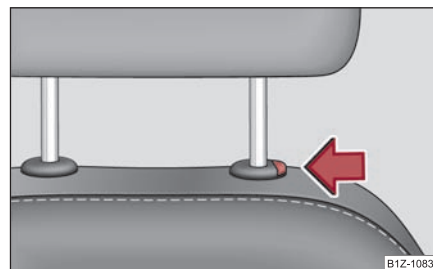

Fig. 78 Sacar reposacabezas ►
- Si desea desplazar el reposacabezas hacia abajo, pulse y mantenga la tecla de seguro en esa posición con una mano ⇒ página 81, fig. 78 y presione con la otra mano el reposacabezas hacia abajo.
- Pulse la tecla del seguro en el sentido de la flecha ⇒ página 81, fig. 78 y extraiga el reposacabezas.